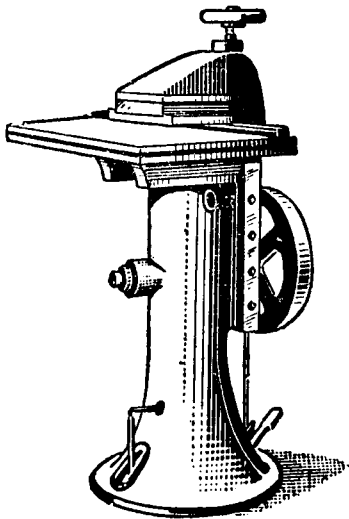

Рис. 12. Угловысекательная машина с механическим приводом
**Угловысекательная машина.** Для закругления углов деталей применяют угловысекательную машину (рис. 12). Это — станок простой конструкции с массивной стойкой. В верхней части стойки находятся раздвижные линейки, установленные под углом одна к другой. Посредством этих линеек рабочий регулирует величину закругления углов детали.